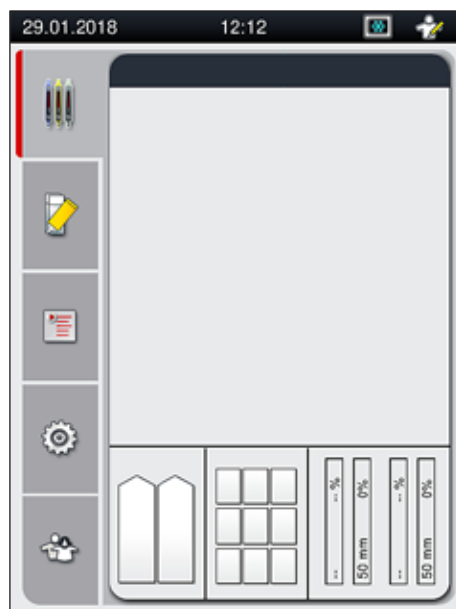

图 12
7. 完成启动过程后，画面中将显示主菜单 (→ 图 12)。